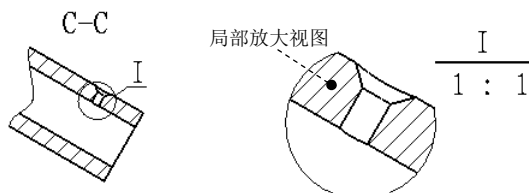

图 10.2.16 创建局部放大视图 I
Step5. 单击对话框中的 ☒ 按钮，完成局部放大视图 I 的创建，结果如图 10.2.16 所示。